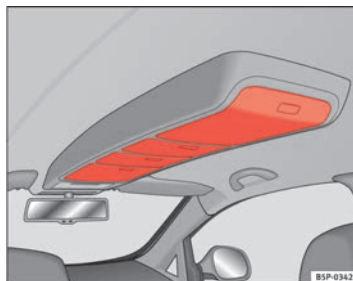

Abb. 106 Ablagen in der Dachkonsole
- Zum Öffnen drücken Sie auf den Taster der Klappe ⇒ Abb. 106. Die Abdeckung öffnet sich selbsttätig.